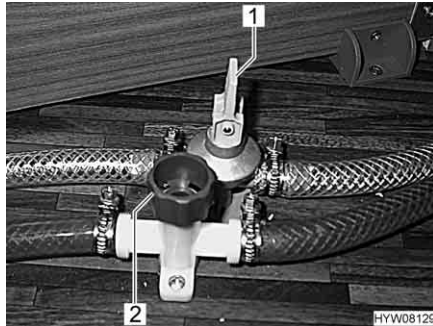

Fig. 156 Robinets de vidange
- Fermer tous les robinets de vidange pour chauffe-eau. Pour cela, mettre le levier à bascule (Fig. 156,1) à l'horizontale et faire tourner le capuchon (Fig. 156,2) dans le sens des aiguilles d'une montre.
- Ouvrir tous les robinets de vidange pour chauffe-eau. Pour ce faire, placer le levier à bascule (Fig. 156,1) à la verticale et faire tourner le capuchon (Fig. 156,2) dans le sens inverse des aiguilles d'une montre.